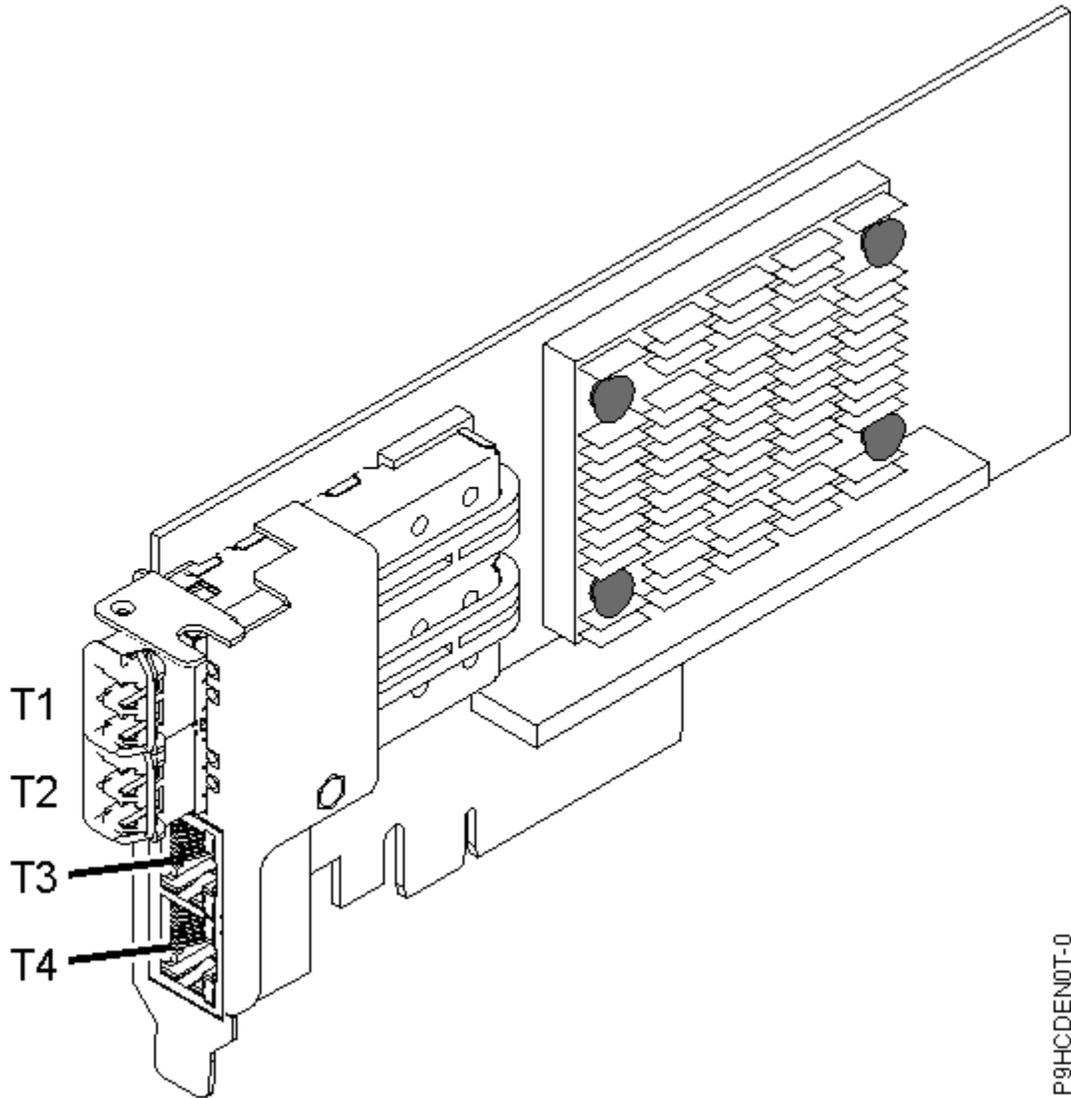

図 50. PCIe3 LP 4 ポート (10Gb+1GbE) SR+RJ45 アダプター
この 4 ポート・アダプターは、2 個の 10 Gb スモール・フォーム・ファクター・プラグ可能 (SFP+) 光 SR トランシーバー・ポートと 2 個の 1 Gb RJ45 イーサネット・ポートを提供します。2 個の 10 Gb SR ポートは、リトル・コネクタ (LC) 二重タイプ・コネクタを備えています。光トランシーバーは、短波レーザー光学を使用し、LC コネクタ付きの MMF-850nm ファイバー・ケーブルで接続されます。光ケーブルについて詳しくは、82 ページの『ケーブル』を参照してください。各 10 Gb ポートは公称データ速度 10 Gbps (G ビット/秒) のイーサネット接続を提供します。81 ページの図 50 は、FC ENOT アダプターを示しています。